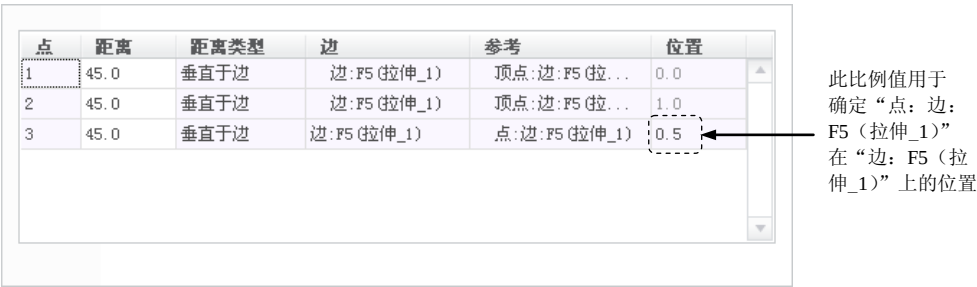

图 3.3.24 增加新的偏距条目
Step5. 在操控板的“量度”界面中的空白处右击，选择 **添加** 命令，可增加新的 **偏距** 条目（图 3.3.24）。编辑新条目中的“距离”、“距离类型”、“边”、“参考”和“位置”等选项可改变曲线的形状。